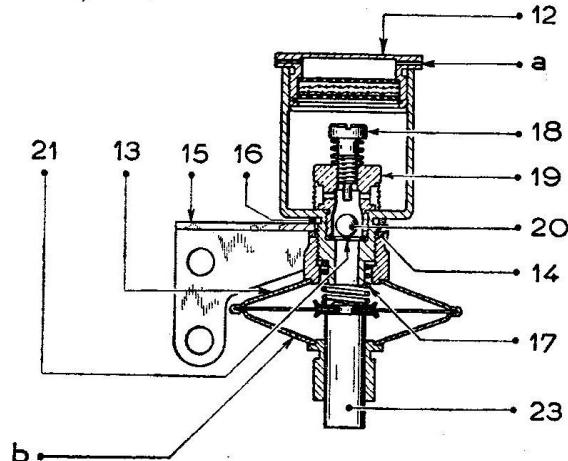

Fig. 10. Tomgangsbremsen 26 BCI.
Giv motoren gas og lad igen gasspjældet falde tilbage til tomgang. Mål den tid det varer, fra tomgangshastighedsskruen kommer i berøring med tomgangsbremmens stødstang, indtil denne når sin øverste stilling. Tiden skal være mellem 2 og 2,5 sekunder. Er dette ikke tilfældet, aftages bremsens dæksel, (12) i fig. 10, og der stilles på justerskruen (18). Når denne skrues indefter, forkortes tiden og omvendt.